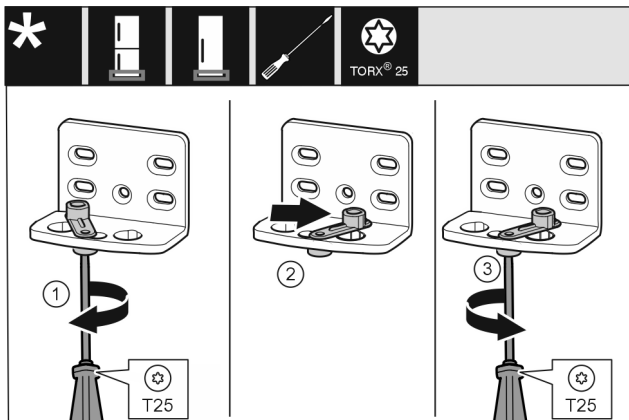

Fig. 10
- ▶ Завийте хлабаво винта с отвертка T25. Fig. 10 (1)
- ▶ Повдигнете помощното приспособление за затваряне на вратата и го завъртете в отвора с 90° надясно. Fig. 10 (2)
- ▶ Затегнете винта с отвертка T25. Fig. 10 (3)